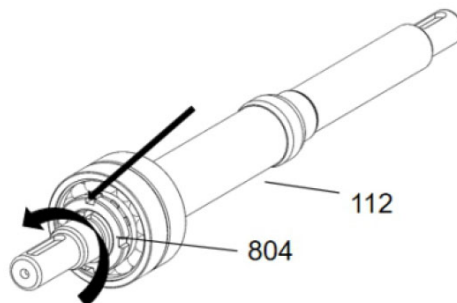

Рисунок 14
- Установите круглую шлицевую гайку (804):
Установите стопорную шайбу (806) на вал и закрутите шлицевую гайку в направлении против часовой стрелки (глядя со стороны от муфты). Когда шлицевая гайка зафиксирована и выровнена, вставьте фиксатор стопорной шайбы в паз на круглой гайке. См. рисунок 14.